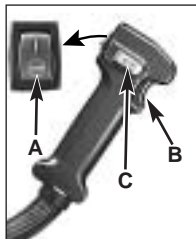

Fig. 6-1A
10. Squeeze trigger (B) to release throttle lock (Figure 6-1A).
10. Appuyer sur la gâchette d'accélération (B) pour dégager le verrou d'accélération (Figure 6-1A).